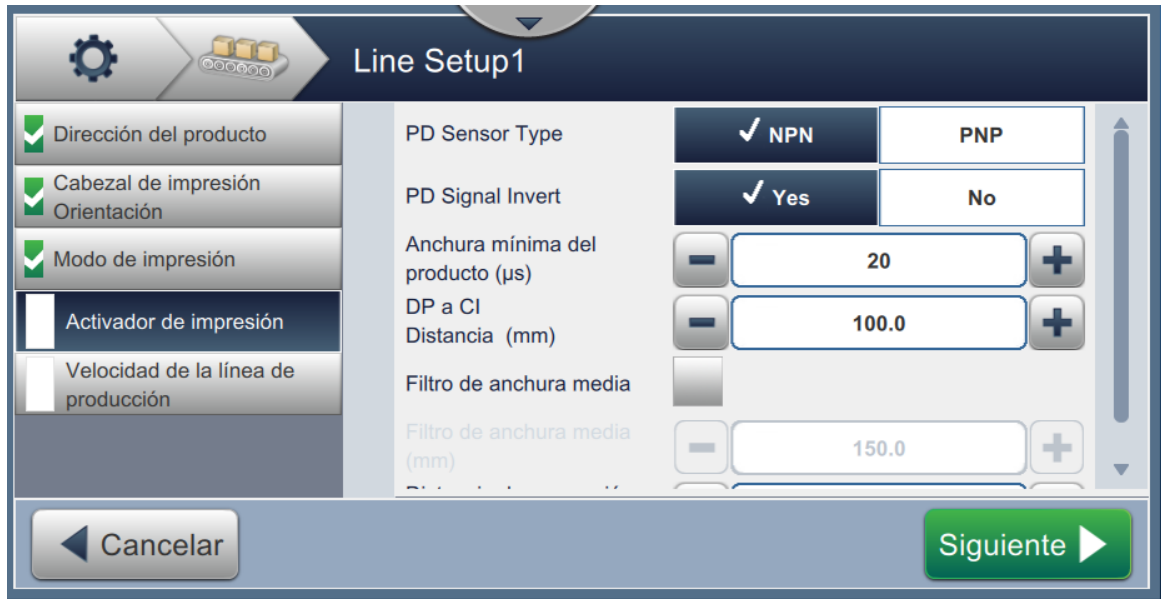

Figura 6-32. Configuración de línea: Activador de impresión
1. Pulse la opción *Activador de impresión* en la pantalla Configuración de línea, como se muestra en la Figura 6-32.